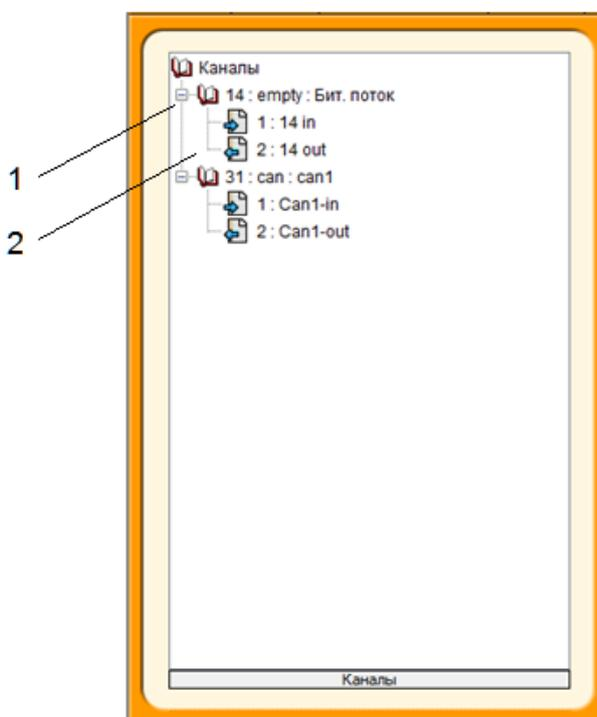

Рисунок 32 – Иерархический список каналов телемеханики (отдельно для приема и для передачи данных)
- в навигационном меню – иерархического списка каналов телемеханики (см. рисунок 32);